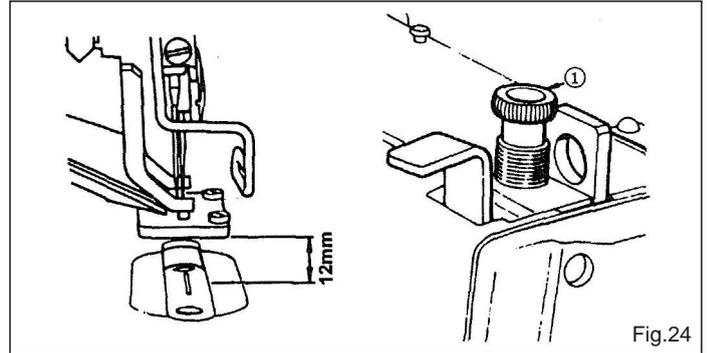

Fig.24
21. AJUSTE DA PRESSÃO DA BARRA DO CALCADOR (Fig. 24)